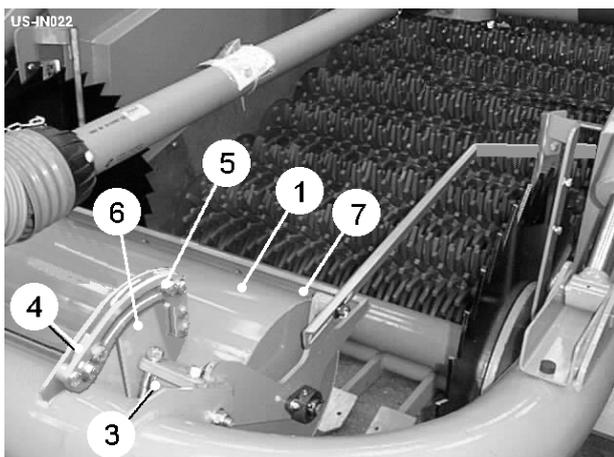
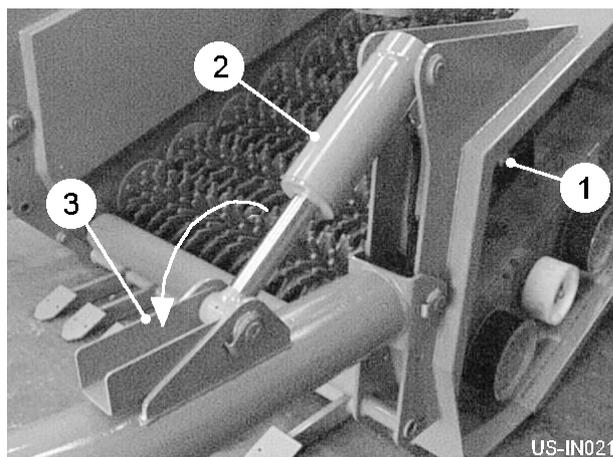

Fig 8
Fig 9
La machine est équipée avec un système du contrôle de la profondeur automatique qui assure une profondeur égale de sol dans le lit fini. Le rouleau de la profondeur (item 1, fig 8) court sur le lit préformé qui suit les contours. Le rouleau de la profondeur est lié à une sonde de la profondeur (item 1, fig 9) et, par l'assemblée de la valve hydraulique, met en action les béliers de la profondeur (item 2, fig 9). Un indicateur de la profondeur est allé au RH profondeur bélier qui donne une indication visuelle de l'action du système sentant à l'opérateur. Les supports de l'arrêt du bélier (item 3, figure 9) doivent être mis dans la place montrée avant de commencer travail.
Les pivots du cadre du rouleau de la profondeur sur les installations de la torsion du caoutchouc (item 3, fig 8). En ajustant ces installations il est possible d'ajuster le montant de pression le rouleau exerce sur le sol. Le cadre de la pression a besoin d'être fait avec la machine dans le travail afin que la place active relative du rouleau et parts soit correcte.
1. Diffusez les arrêts du quadrant de devant et arrières (item 4 & 5, fig 8) sur les deux côtés de l'unité du rouleau.
3. Glissez les arrêts de devant (item 4, fig 8) contre bord du devant du quadrant arme (item 6, fig 8) et légèrement sûr.
4. Élevez la machine légèrement, en causant le quadrant arme (item 6, fig 8) pour tourner en arrière loin des arrêts de devant (item, fig 8), et alors repositionnez les arrêts de devant contre les bras du quadrant et obtenez complètement. Le plus haut la machine est élevée avant de repositionner les arrêts de devant, la plus grande pression du printemps sera.
5. Inférieure la machine en arrière dans travail et a mis les arrêts arrières (item 5, fig 8) approximativement 15mm loin de l'arrière des bras du quadrant (item 6, fig 8). Cet intervalle permet au rouleau de la profondeur de laisser tomber légèrement, en maintenant la profondeur du creusement, lorsque le tracteur monte hors du lit sur le cap.
Les racloirs (item 7, fig 8) devraient être mis comme près du rouleau comme possible sans le commettre une faute contre.
Avant de transporter la machine sur la route, réinitialisez les supports de l'arrêt du bélier (item 3, fig 9).